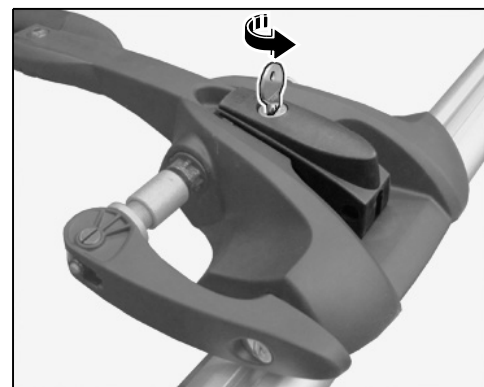

Fig. 24
- 5.6.3 Fermer le levier de serrage (⇒ Fig. 24.)